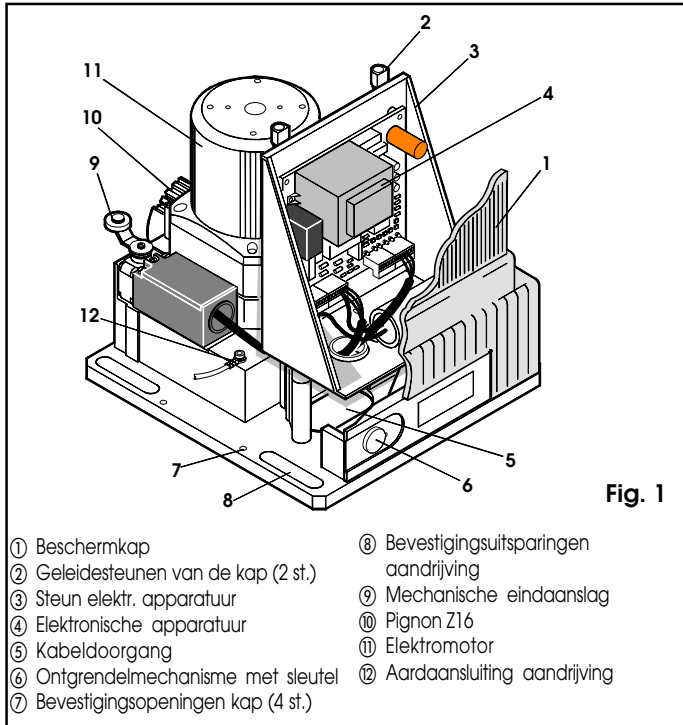

Fig. 1
Voer tijdens deze handeling de elektriciteitskabels door de opening (fig. 1 - ref. 5) onder in de basis van de motorvertraging.
- 7) Voer de elektrische verbindingkabels door de opening in de basis van de steun van de apparatuur (fig. 1 - ref. 3) met behulp van de bijgeleverde kabelklem.
Belangrijk: sluit de aardkabel van de installatie aan op de positie van fig. 1 - ref. 12.